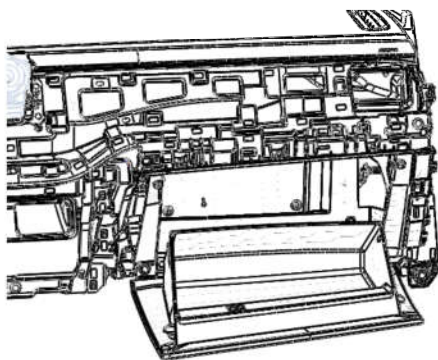

图 1-2-8 杂物箱总成
- 2) 然后将杂物箱箱体旋转至大致水平角度，向后拔，使杂物箱下部卡脚脱出下本体转轴，如图 1-2-8